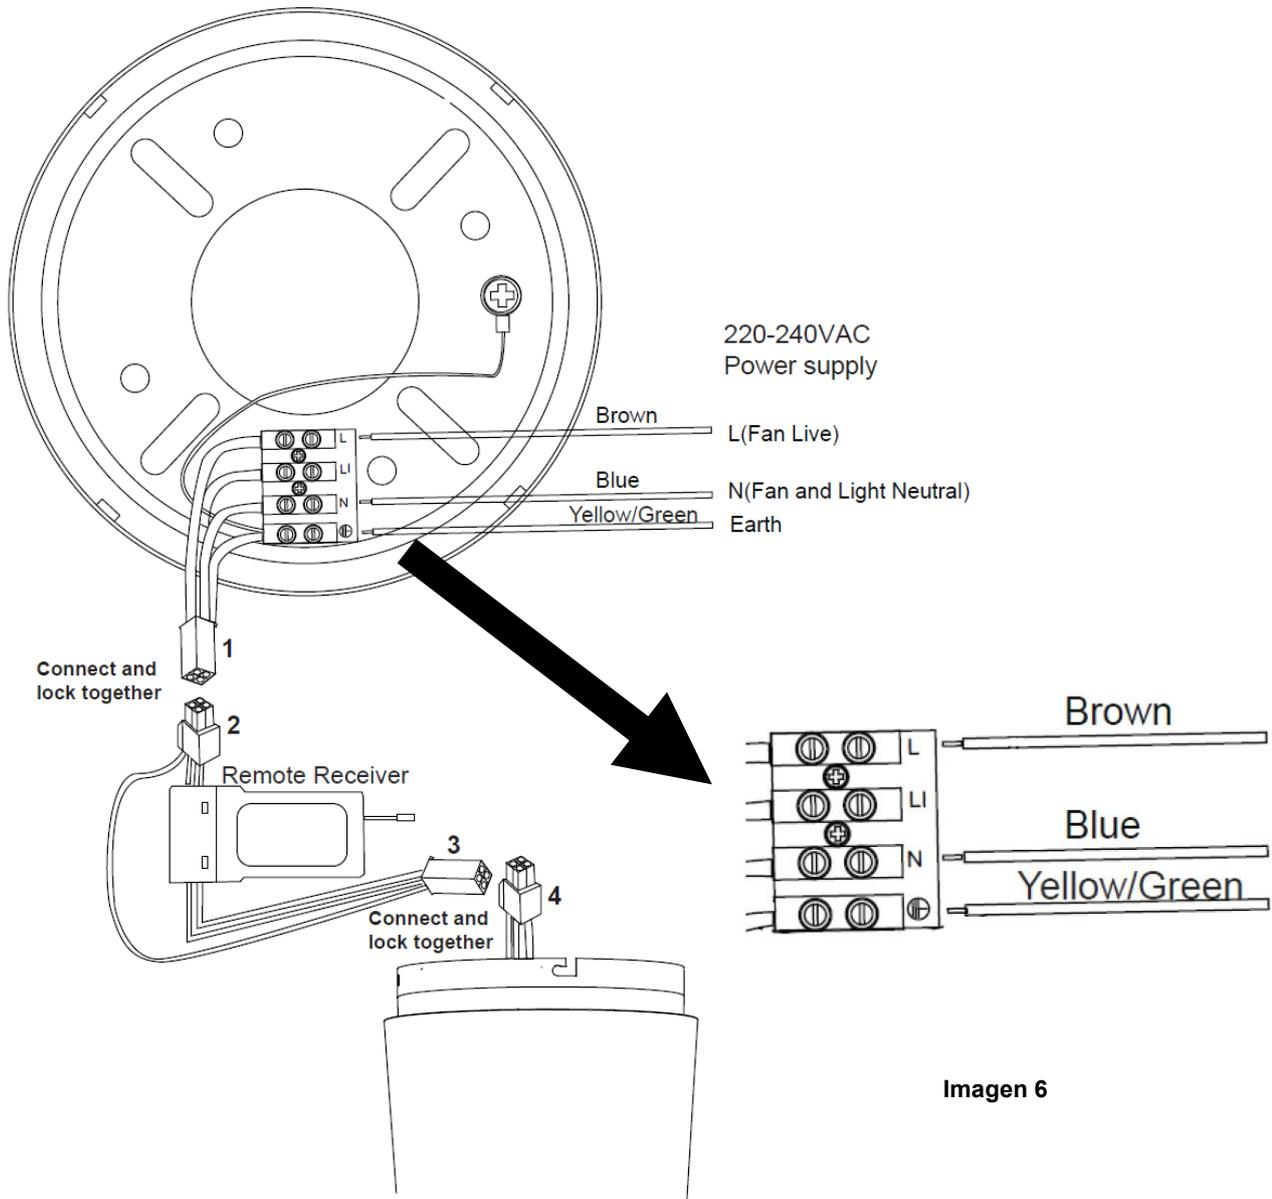

Imagen 6
MODELOS CON DIAGRAMA DE CABLEADO DEL CONTROLADOR DE PARED (Imagen 6):
- Haga las conexiones «L», «N» y Tierra con la regleta de conexiones del soporte de techo como muestra el diagrama de la imagen 6 más abajo.
- Conecte los conectores rápidos del soporte de techo (1) y del receptor de la señal remota (2) y asegúrese de que queden bien unidos.
- Conecte los conectores rápidos del receptor de la señal remota (3) y los conectores del ventilador y asegúrese de que queden bien unidos.